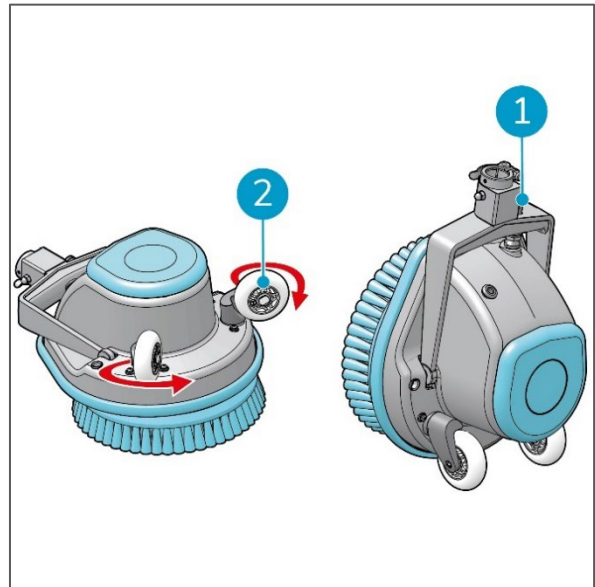

Figure 12
1. Tournez les roues de transport du plateau de lavage vers l'intérieur (Figure 12, POS 2).
2. Placez l'i-scrub® sur ses roues de transport à l'aide du piston d'index (Figure 12, POS 1) verrouillé en position de stationnement.